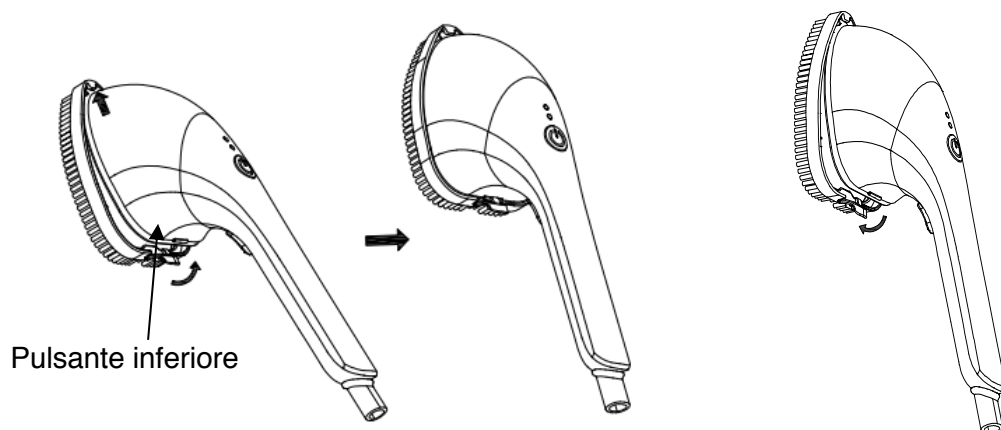

Figura 7
- 2 Tenendo il ferro da stiro, premere il pulsante inferior sulla spazzola e rimuoverla (vedi figura 7)